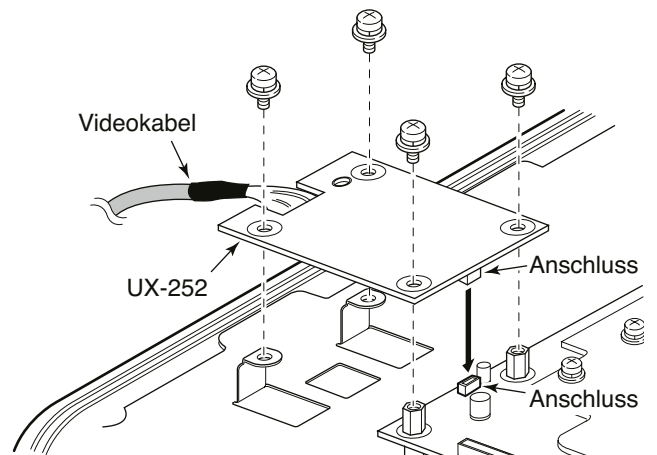

Abb. 4
6. UX-252 mit den vier mitgelieferten Schrauben auf der Hauptplatine der Anzeigeeinheit befestigen. (Abb. 4)